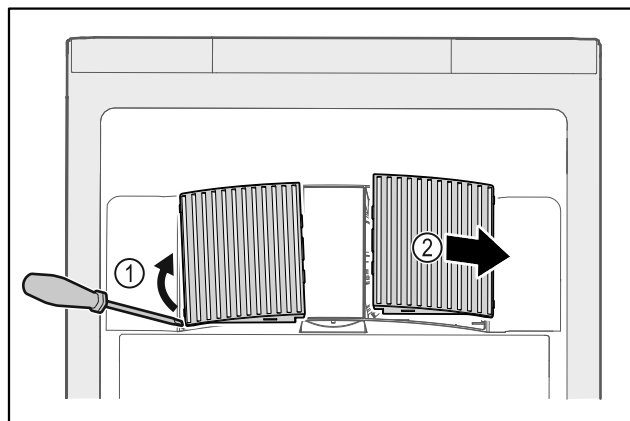

Fig. 152
- ▶ Extraire par un mouvement de levier les caches latéraux Fig. 152 (1) vers l'avant Fig. 152 (2).